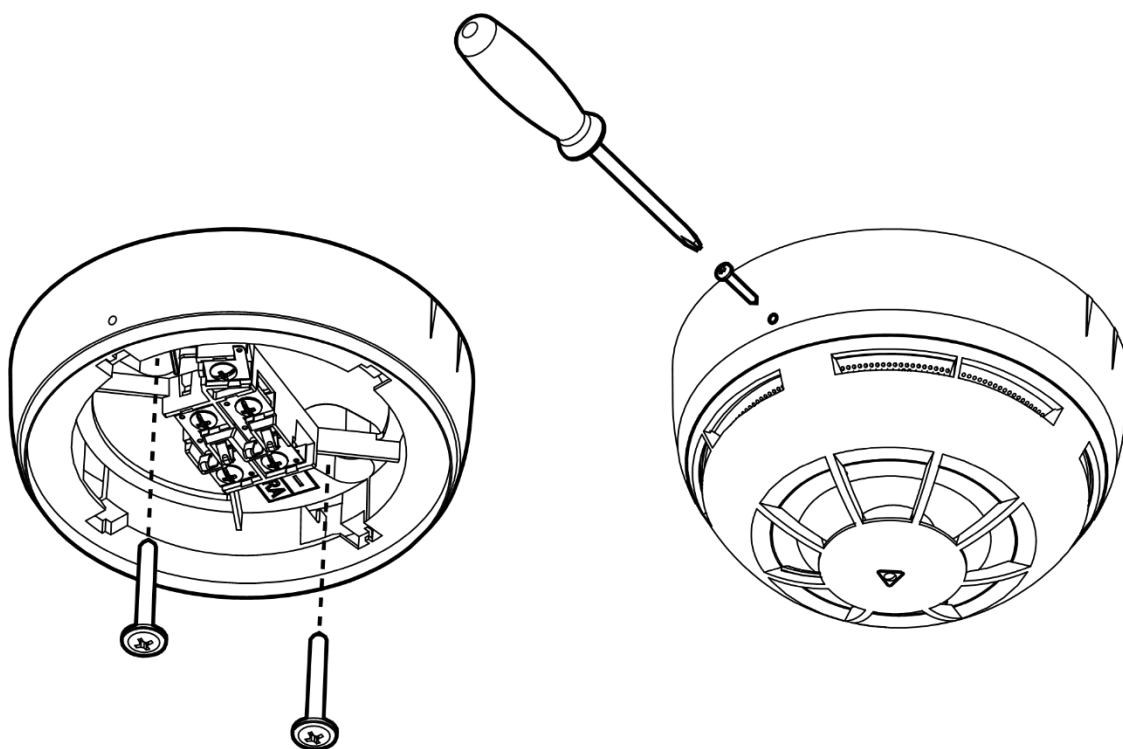

Рисунок 1.3
1.3.9 В конструкции базы предусмотрена возможность защиты от несанкционированного отсоединения извещателя. Если после монтажа базы, и установки в нее извещателя ввернуть Шуруп DIN7981 2.2x13 в отверстие в базе (см. Рисунок 1.3), то извещатель невозможно будет снять без использования дополнительных инструментов. Для отсоединения от базы установленного подобным образом извещателя необходимо открутить Шуруп DIN7981 2.2x13.